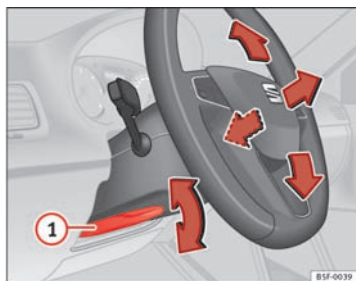

Fig. 85 Betjeningsarm nederst på ratstammen i venstre side
- Tryk betjeningsarmen ① ⇒ Fig. 85 nedad ⇒ ⚠.